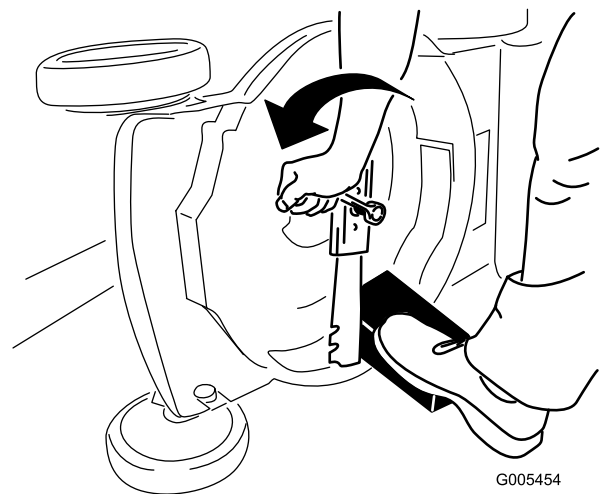

Рисунок 27
- Используйте деревянную подкладку для неподвижного удерживания ножа (Рисунок 27).
- Снимите нож, сохранив все крепежные детали (Рисунок 27).